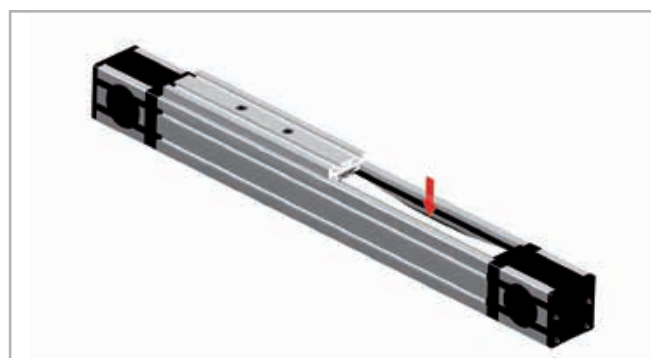

Рис. 32
2. Нажать на зубчатый ремень по направлению снаружи-вовнутрь, отжав его на половину ширины, соответственно настолько, чтобы стали видны внутренние направляющие (см. Рис. 32). Для этой цели может потребоваться предварительно снять натяжение ремня. См. раздел "Натяжение ремня" (стр. US-59).